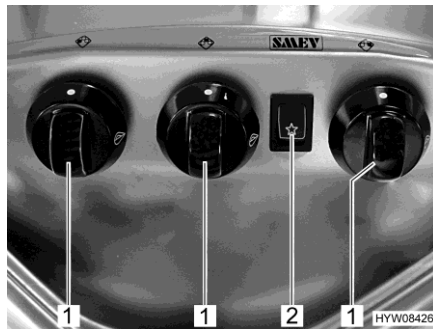

Bild 118 Reglage, knappar (gasspis)
- Vrid vridregulatorn (Bild 118,1) till önskad låga till tändningsläge (stor låga).
- Tryck på vippkontakten (Bild 118,2). Nu bildas tändgnistor vid brännaren.